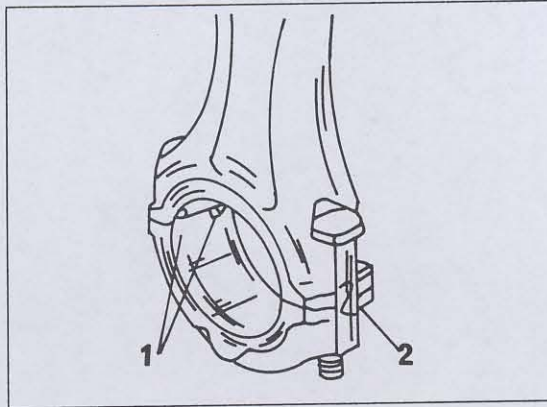

Bild 92
- Lagerschalen so in die Pleuel einsetzen, dass die Nase an der Rückseite in die Aussparung der Pleuelbohrung eingreift (Bild 92) und die Lagerauflagefläche gut einölen (Öl nicht mit einem Pinsel aufstreichen). Den Pleulfuss vorsichtig über den Pleuelzapfen setzen.